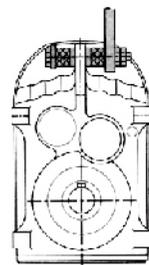

图20
4.5.2 EFA 系列平行轴斜齿轮减速机防转臂安装如图 20 所示。